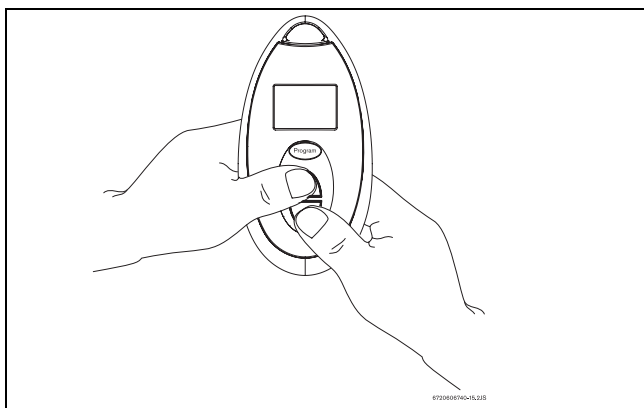

Fig. 20 Attivazione del telecomando
- ▶ Posizionare il telecomando di fronte al quadro comandi dell'apparecchio e premere contemporaneamente i tasti  e  del telecomando (→Fig. 20).